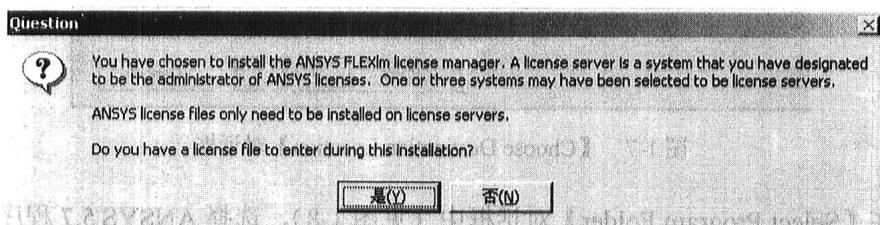

图 1-10 注册码管理询问对话框
(11) 在确认安装设置以后, 将弹出一个询问对话框(见图 1-10), 询问 ANSYS FLEXlm license manager 的设置, 单击“是(Y)”按钮, 进入下一步。